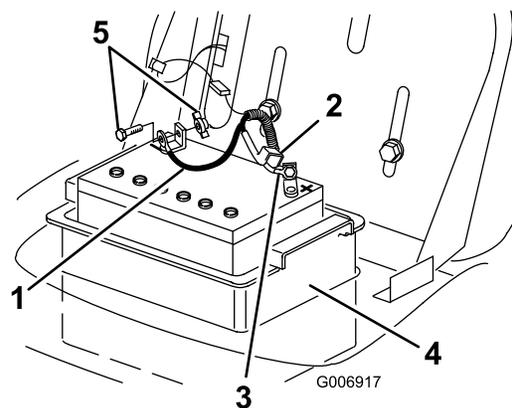

Figura 25
4. Staccate il cavo negativo (nero) di terra dal polo della batteria (Figura 25).
5. Infilate il cappuccio di gomma sul cavo positivo (rosso) della batteria. Staccate il cavo positivo (rosso) dal polo della batteria (Figura 25).
6. Togliete la scatola della batteria e la batteria dal telaio (Figura 25).
1. Montate la cassetta e la batteria nel telaio (Figura 25).
2. Utilizzando il bullone ed il dado ad alette, collegate il cavo positivo (cappuccio rosso) al polo positivo (+) della batteria (Figura 25).
4. Utilizzando il bullone e il dado ad alette, collegate il cavo negativo (nero) al polo negativo (-) della batteria (Figura 25).